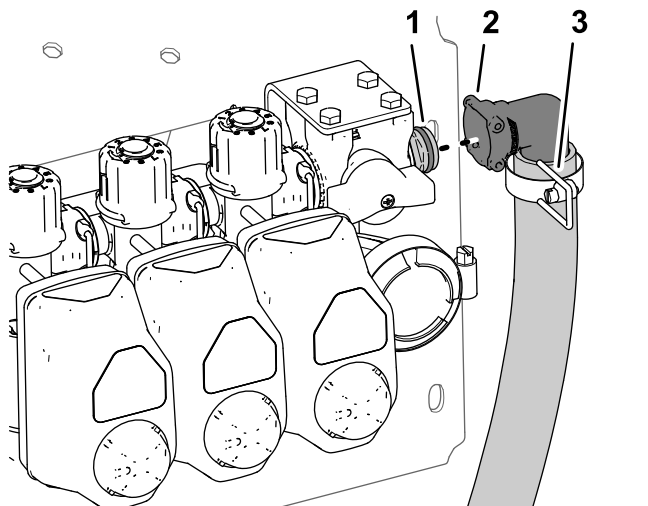

Figure 44
- Retirez l'étrier qui fixe le raccord à 90° cannelé du flexible de dérivation au raccord rapide de la vanne de dérivation sur la vanne de section de rampe droite, et séparez les raccords de flexible et de vanne (Figure 44).